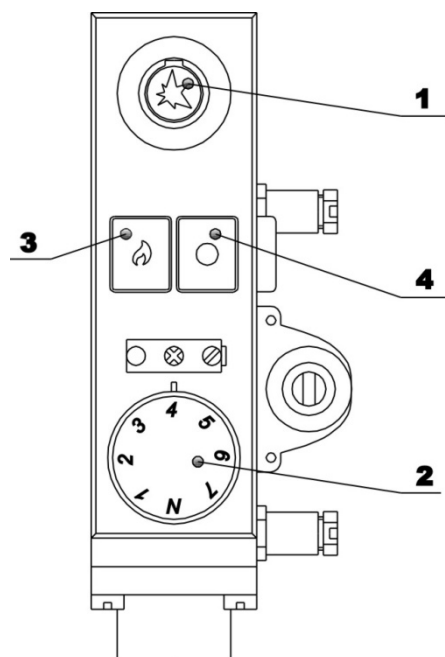

Рисунок 4
7.1 Включення апарата (див. рис. 4)